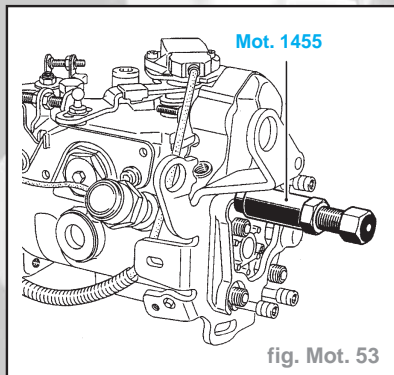

fig. Mot. 53
- Utiliser l'extracteur de goupille **Mot. 1455** (fig. Mot. 53).